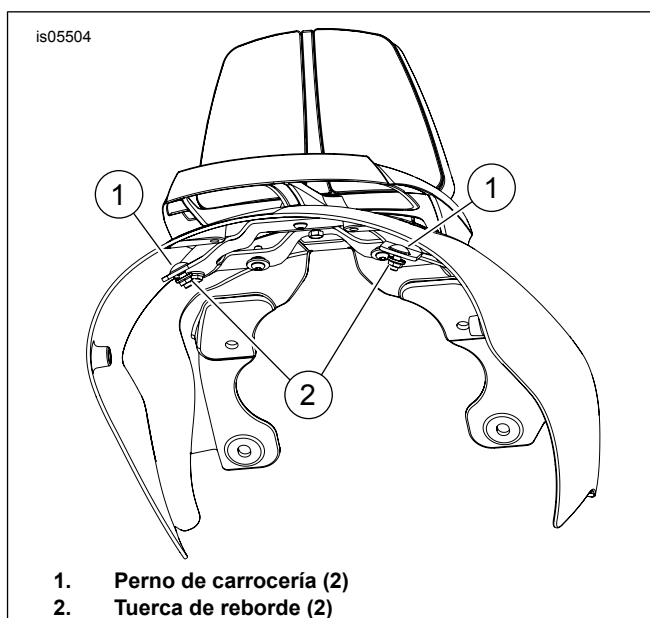

Figura 4. Instalación del perno de carrocería
- Vea Figura 4. Instale los pernos de carrocería (1) a través de las ranuras en la pieza de soporte y en la estructura. Instale las tuercas de reborde (2) y apriete con los dedos.